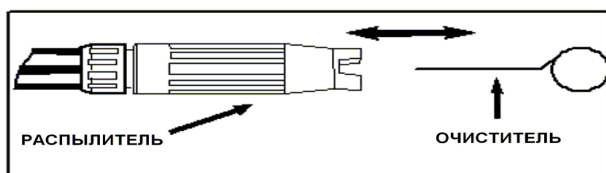

Рис. 5
- Введите имеющийся в комплекте очиститель или разогнутую скрепку в отверстие распылителя и подвигайте вперед-назад до удаления засора (см. рис. 5).